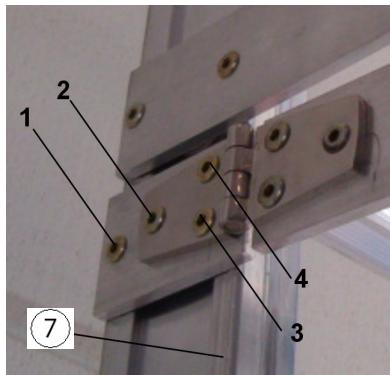

Figure 3
- Positionner une plaque intermédiaire de 8 mm sous l'étrier de crinoline (voir figure 3).
- Percer un trou dans le montant d'échelle pos. 1. Centre trou dans rainure du montant d'échelle (figure 3, pos.7).
- Percer des trous dans les pos. 3 et 4 du montant d'échelle.
- Fixer la charnière système de fermeture de crinoline sur la plaque intermédiaire (pos. 2).
- Rivets tubulaires pos. 3 et 4 par la charnière, la plaque intermédiaire et le montant d'échelle.